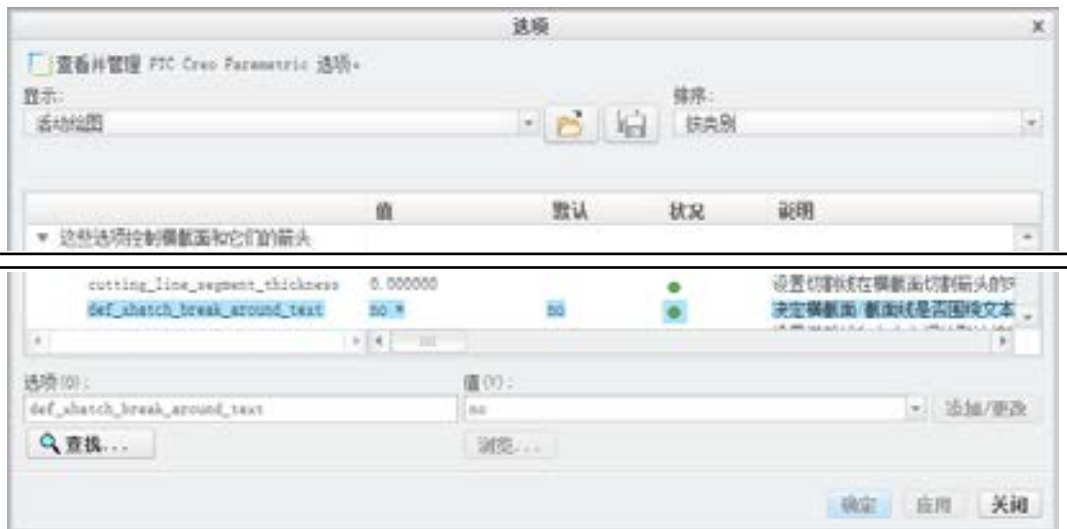

图 5.2.83 “选项”对话框
Step3. 在“绘图属性”对话框中单击**详细信息选项**区域的**更改**单选项,系统弹出图 5.2.83 所示的“选项”对话框,在“选项”对话框左侧的配置文件列表中找到配置文件“def_xhatch_break_around_text”并单击,单击图 5.2.83 所示的**值(V):**文本框右侧的▾,在弹出的选项中选择**yes**选项,单击**添加/更改**按钮。